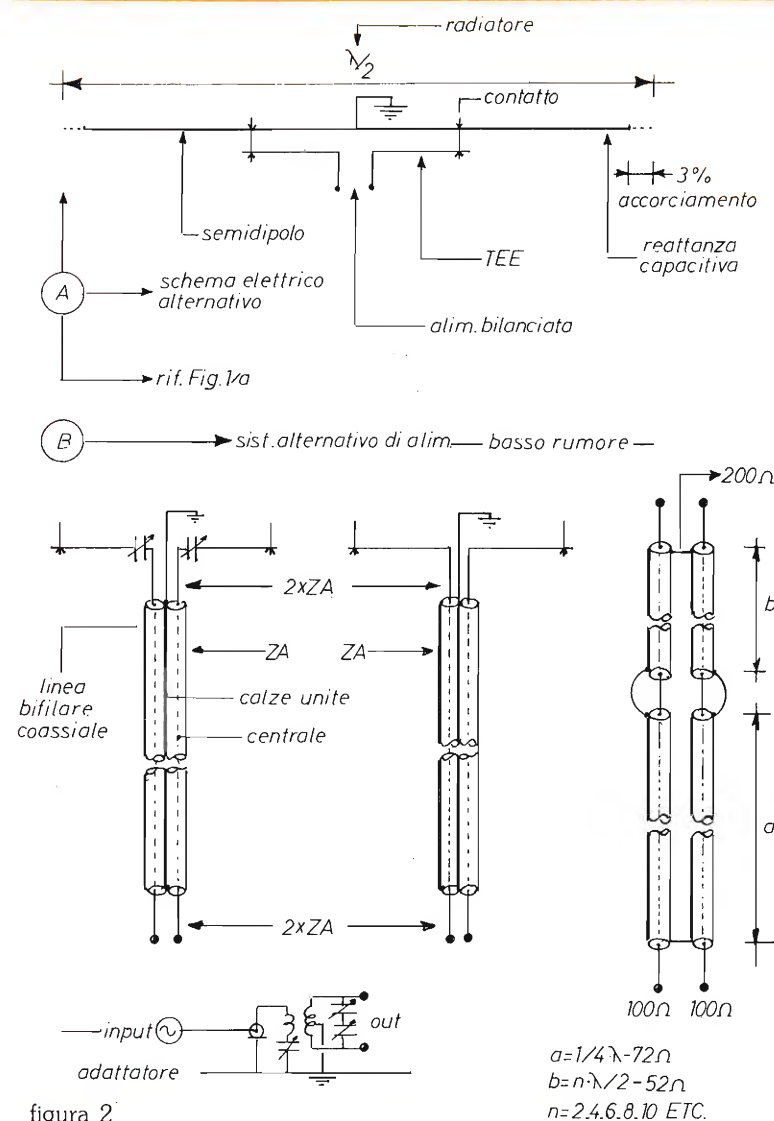

figura 2
L'inserimento di due condensatori variabili, in serie ai bracci, permette di esercitare una compensazione con una reattanza capacitiva di segno contrario. In alternativa, come dalla figura 2/A, si possono eliminare i due condensatori in serie se si ha l'accorgimento di accorciare leggermente — dal 3 al 5% — il radiatore in modo da introdurre volutamente una reattanza capacitiva che compensa quella introdotta dal sistema di adattamento della linea supplementare (T). Non ci sono gravi motivazioni di carattere teorico per decidere per l'uno oppure per l'altro sistema, ma solo considerazioni di carattere pratico... per esempio evitare la complicazione dei condensatori variabili che per altro devono essere protetti; d'altra parte i variabili permettono una regolazione fine nella ottimizzazione dell'adattamento.
Lo schema classico è riportato nella figura 2/B. In alternativa accettabile, va benissimo il supercollaudato sistema del balun
Un'ultima considerazione prima di passare alla realizzazione pratica. Lo sperimentatore che si orienta verso valori di impedenza intorno a 200 ohm può trovare interessante sperimentare la soluzione di una linea elettricamente bilanciata e contemporaneamente schermata in quanto formata dalla unione di cavi coassiali. È sufficiente ricordare che due cavi coassiali, collegati in parallelo, cioè uniti per le calze, mostrano un valore di impedenza doppio di quello nominale di ciascun cavo come schematizzato nella figura 2/B.